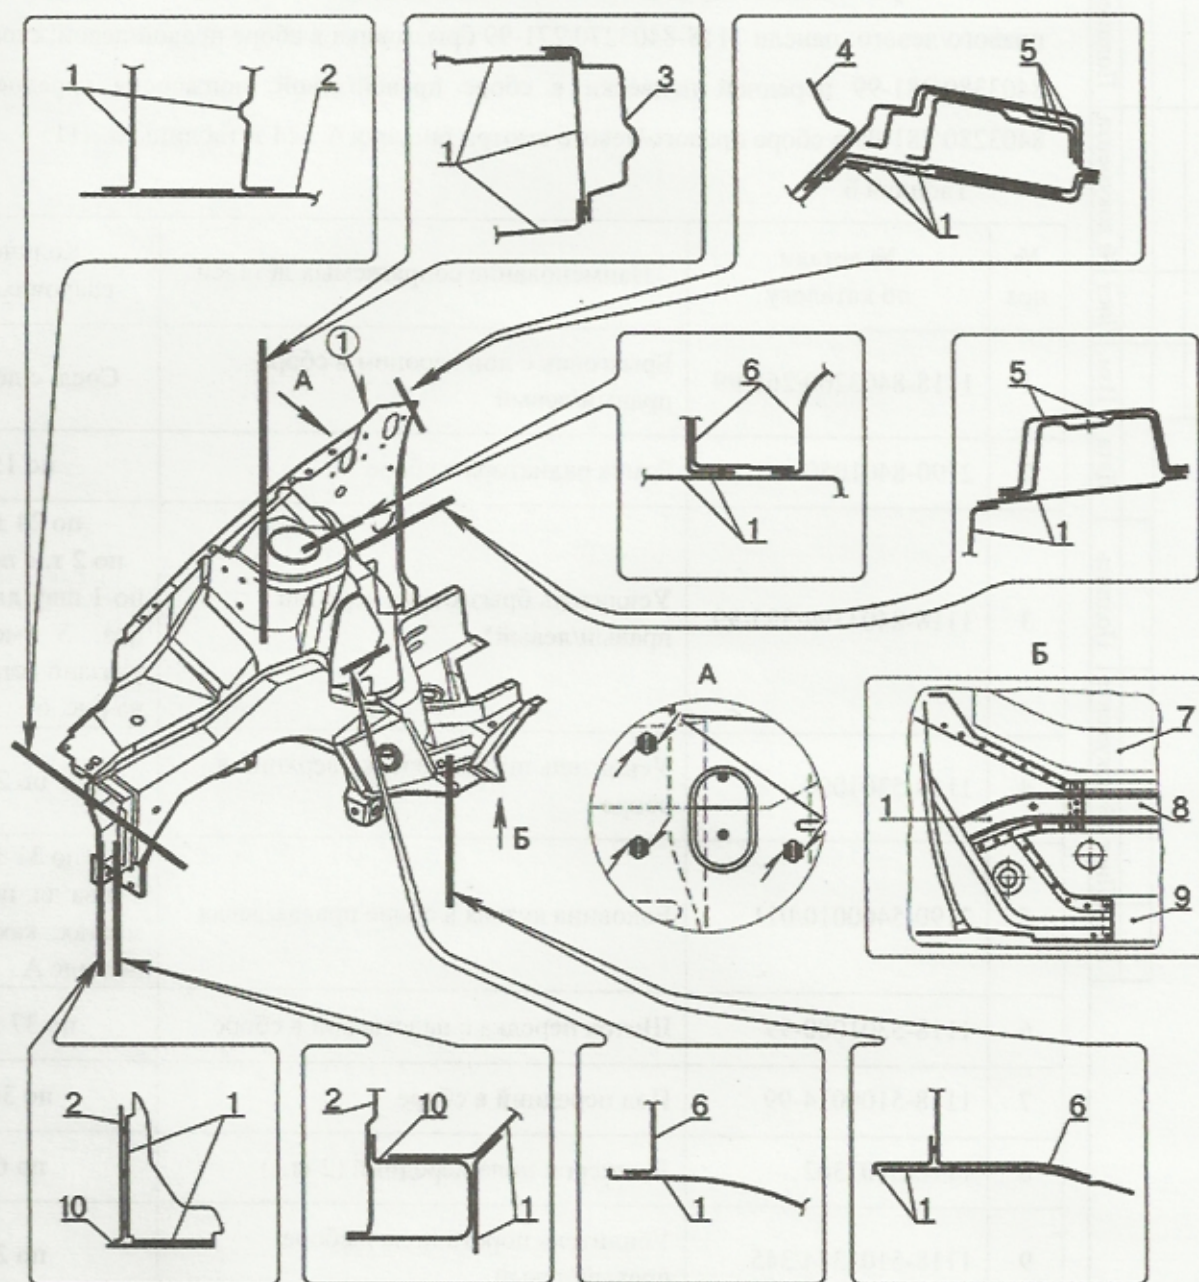

Рисунок 6 – Соединение брызговика 1118-8403260/261-99* с лонжероном в сборе
* При замене усилителя 1118-8403394/395-99 брызговика верхнего правого/левого смотри рисунок 6 и таблицу 6 поз. 3.